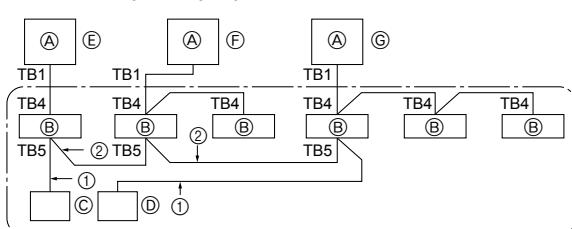

Fig. 9-1
① Ligue a fonte de alimentação (disjuntor).
② Depois de a válvula de retenção de gás ter fechado, ligue (posição ON) o interruptor SWP no painel de controlo da unidade exterior. O compressor (unidade exterior) e os ventiladores (unidades interiores e exteriores) começam a funcionar e a operação de recuperação de refrigerante tem início. O LED1 e o LED2 no painel de controlo da unidade exterior acendem.
③ Uma vez que a unidade pára automaticamente cerca de dois ou três minutos após a operação de recuperação de refrigerante (o LED1 e o LED2 acendem), certifique-se de que fecha imediatamente a válvula de retenção de gás. Se o LED1 e o LED2 estiverem acesos e a unidade exterior estiver parada, abra completamente a válvula de retenção de líquido e, de seguida, repita o passo ② passados três minutos.
④ Interrompa o fornecimento de corrente (disjuntor).
9. Controlo do sistema (Fig. 9-1)
⑥ SW 1 - 3 ~ 6 ON [] [] [] []